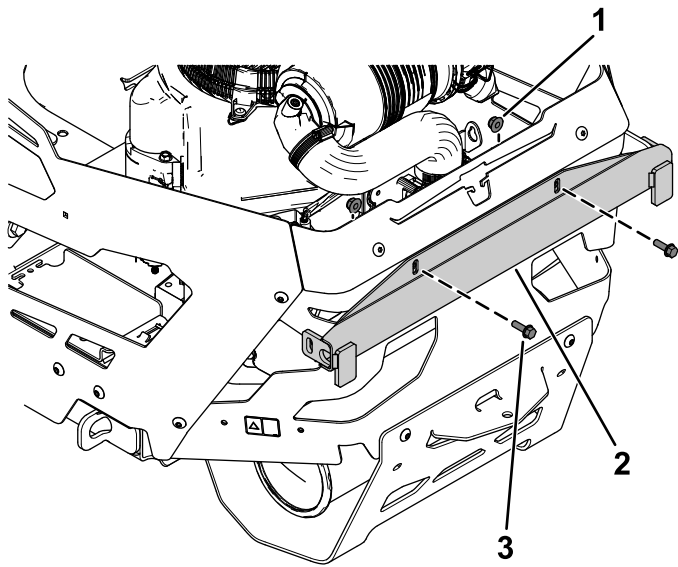

Bild 7
1. Befestigen Sie die obere Halterung am hinteren Motorschutz lose mit zwei Bundkopfschrauben ($\frac{5}{16}$ " x 1") und zwei Bundmuttern ($\frac{5}{16}$ "), wie in Bild 7 dargestellt.